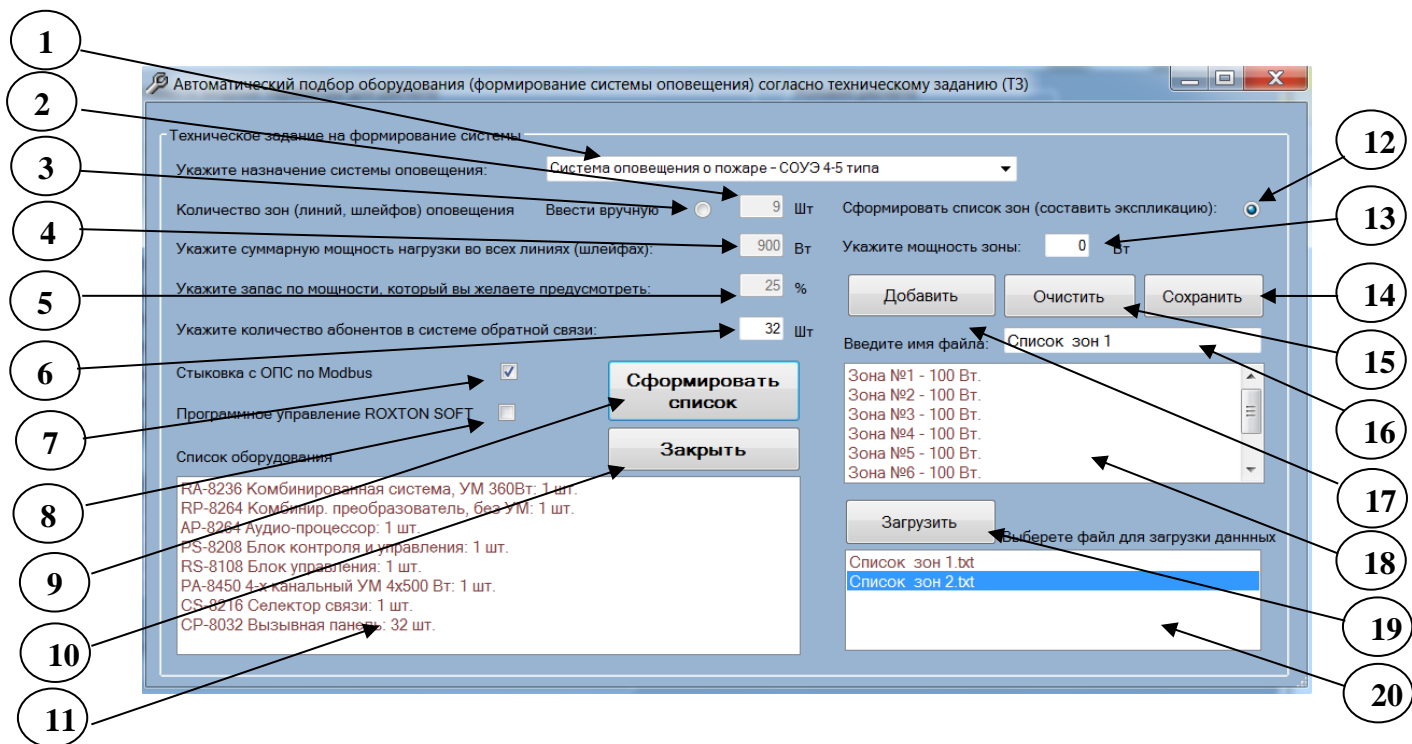

Рис.4. Внешний вид модуля “Автоматический подбор оборудования (формирования системы оповещения) согласно техническому заданию”.
При нажатии кнопки (3) загрузится форма, рис.4, в которой, в зависимости от технического задания (ТЗ), можно сформировать систему оповещения – подобрать оптимальное решение (оборудование) на базе линейки ROXTON 8000.